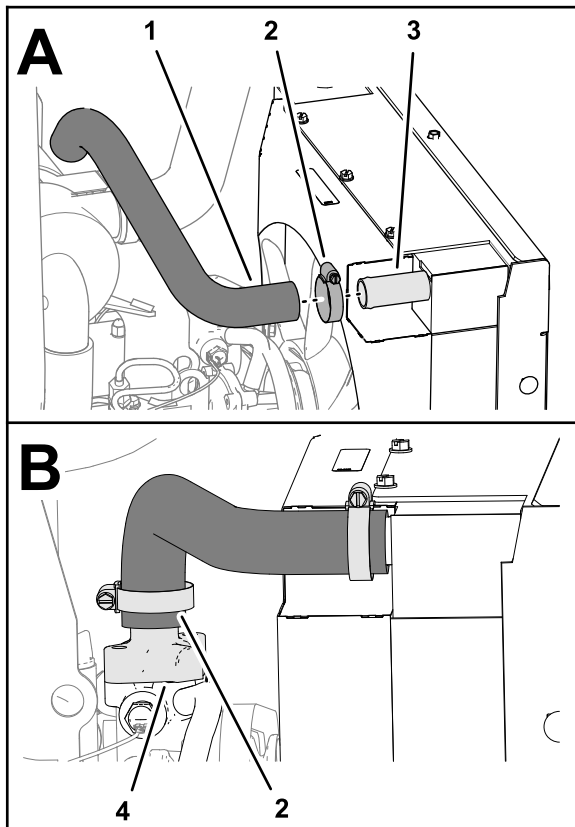

Figura 44
1. Ensamble provisionalmente la manguera del radiador superior en la entrada del radiador (Figura 44) con una abrazadera que retiró en 5 Retirada de las mangueras del radiador (página 8).
2. Ensamble el otro extremo de la manguera del radiador superior a la carcasa del termostato del motor (Figura 44) con la otra abrazadera que retiró en 5 Retirada de las mangueras del radiador (página 8).